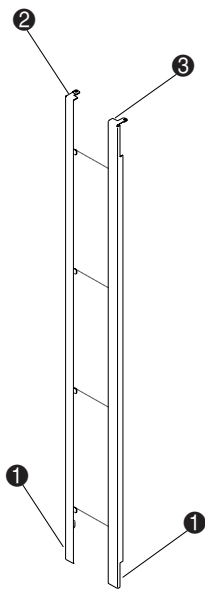

Figura 2-17. Ensamblaje del panel estético trasero
1. Ensamble los paneles estéticos macho ② y hembra ③ como se muestra en la Figura 2-17.